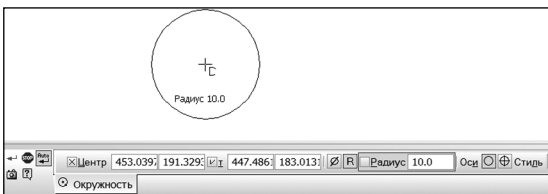

Рис. 10.23. Команда «Окружность»
- Кнопка **Окружность**  предназначена для построения произвольно расположенной окружности (рис. 10.23). Для этого следует указать в графическом окне или на панели параметров первую точку с координатами